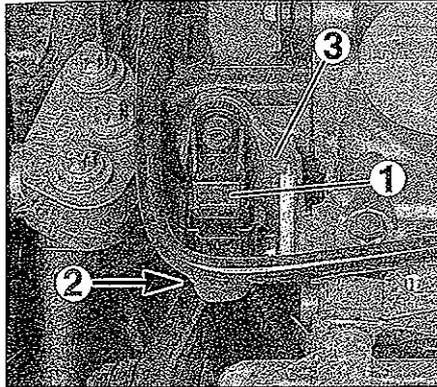

FIG. 12
- Desconectar el captador de posición de eje de levas (1) (fig. 12).
- Aflojar el tornillo (2) del soporte.
- Desmontar el soporte (3) del captador de posición de eje de levas.